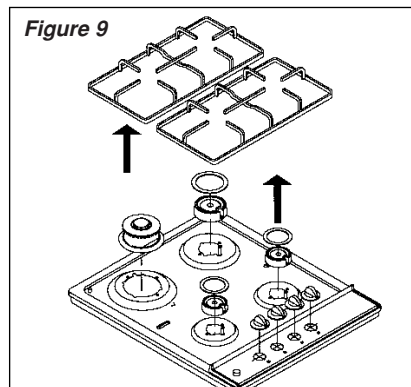

Figure 9
2. Retirez les chapeaux et les couronnes des brûleurs (figure 9)